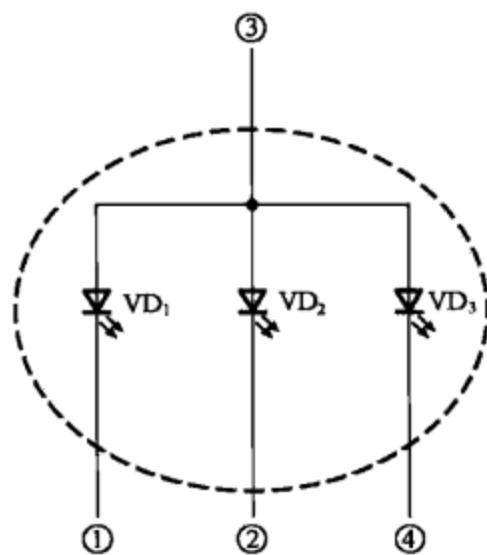

图 3-53
(3) 共阳极 4 引脚三色发光二极管内部结构如图 3-53 所示, 3 种发光颜色的管芯正极连接在一起。使用时, 公共正极③脚接工作电压, 其余引脚按需要接地即可。